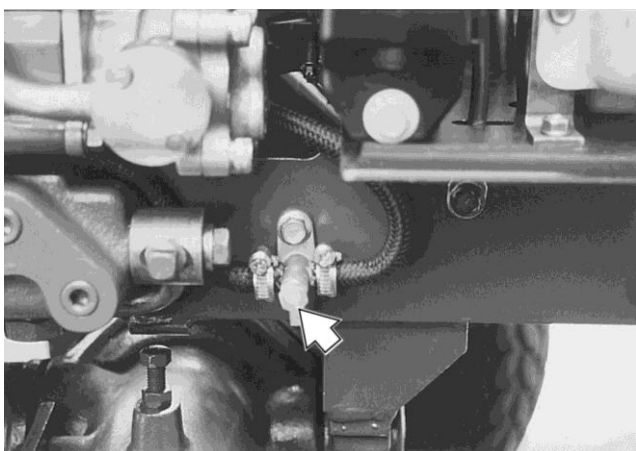

図59 エンジンプロックとラジエータの排水栓
1. ラジエータキャップを取り外し、排水栓を開きます。このバルブはラジエータとエンジンプロックの共用の排水栓です(図59)。